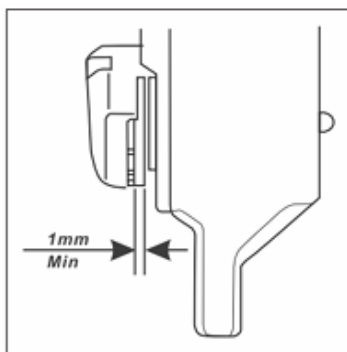

Fig.7
- Remplacez immédiatement les plaquettes de frein si leur épaisseur est de 1 mm ou moins.(Fig. 7)